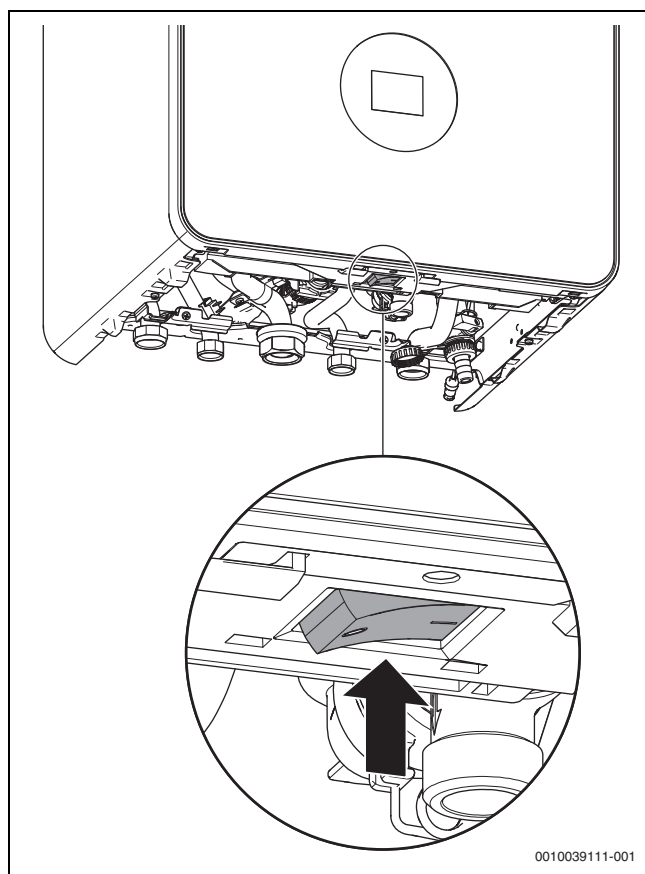

Fig. 1 Înterupător pornire/oprire
- Opiți aparatul de la nivelul înterupătorului de pornire/oprire (→ Fig. 1).